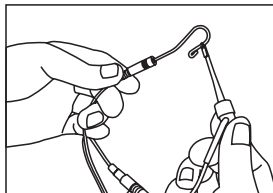

Imagen 5
d) Haga que el gancho labial toque el cable doblado del clip de archivo [como se muestra en la imagen 5], asegúrese de que el icono de conexión en la pantalla LCD se muestre de manera constante [como se muestra en la Imagen 6], de lo contrario, significa que el clip de archivo o el cable de medición está dañado, debe ser reemplazado.